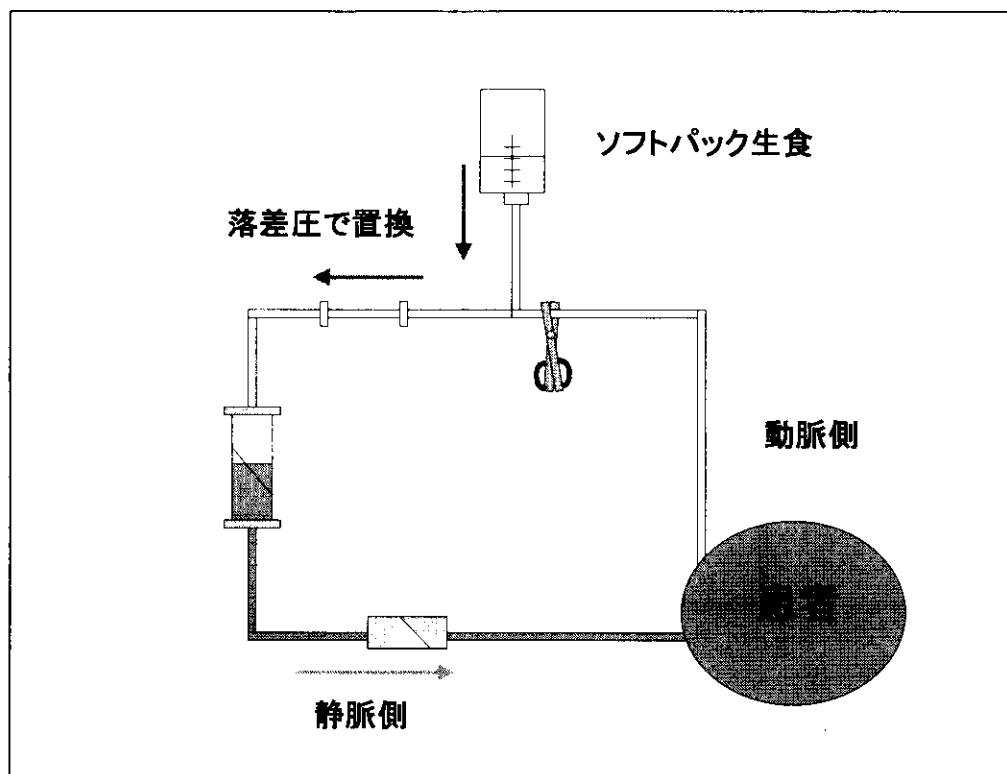

図13 生食の落差を利用した生食置換返血法⑥
- 返血用ソフトパック生食の落差圧により血液回路・ダイアライザ内の血液を生食で置換する（図 13）。